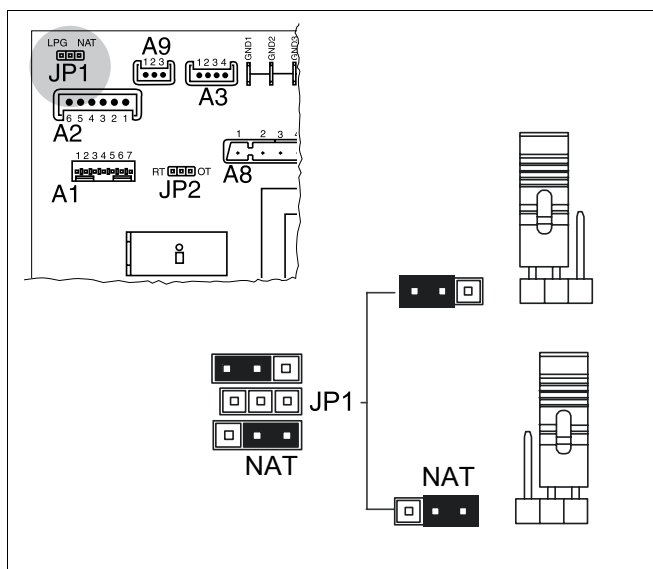

Fig. 43 Schimbare gaz lichefiat/gaz natural
- Introduceți jumperul JP1 (Fig. 43) pe placa de bază în poziția NAT.